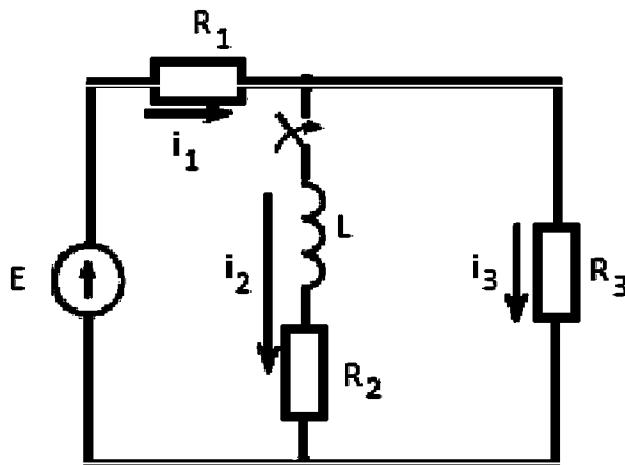

Рис. 1.55. Схема к задаче 1
**Задача 1.** Рассчитать переходные токи во всех ветвях схемы (рис. 1.55) после замыкания выключателя во второй ветви.